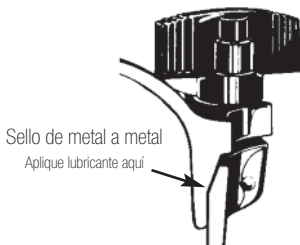

Fig. 1
2. **LUBRICAR SELLO DE METAL-A-METAL.** Aplique lubricación a todo el borde biselado de la parte inferior (Ver. Fig. 1). Recomendamos el uso de un lubricante de alta temperatura como la grasa de alto resistencia; vaselina también puede ser utilizado como un sustituto. Solamente se necesita una fina capa de lubricación para lubricar el sello de metal a metal.
1. SELLO METAL-METAL (Ver Fig. 1) Le